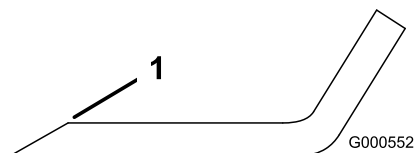

Figura 76
1. Utilize uma lima para afiar aresta de corte em ambas as extremidades da lâmina (Figura 76).
Nota: Se lâmina não estiver equilibrada, lime algum metal da extremidade da aba apenas (Figura 76).